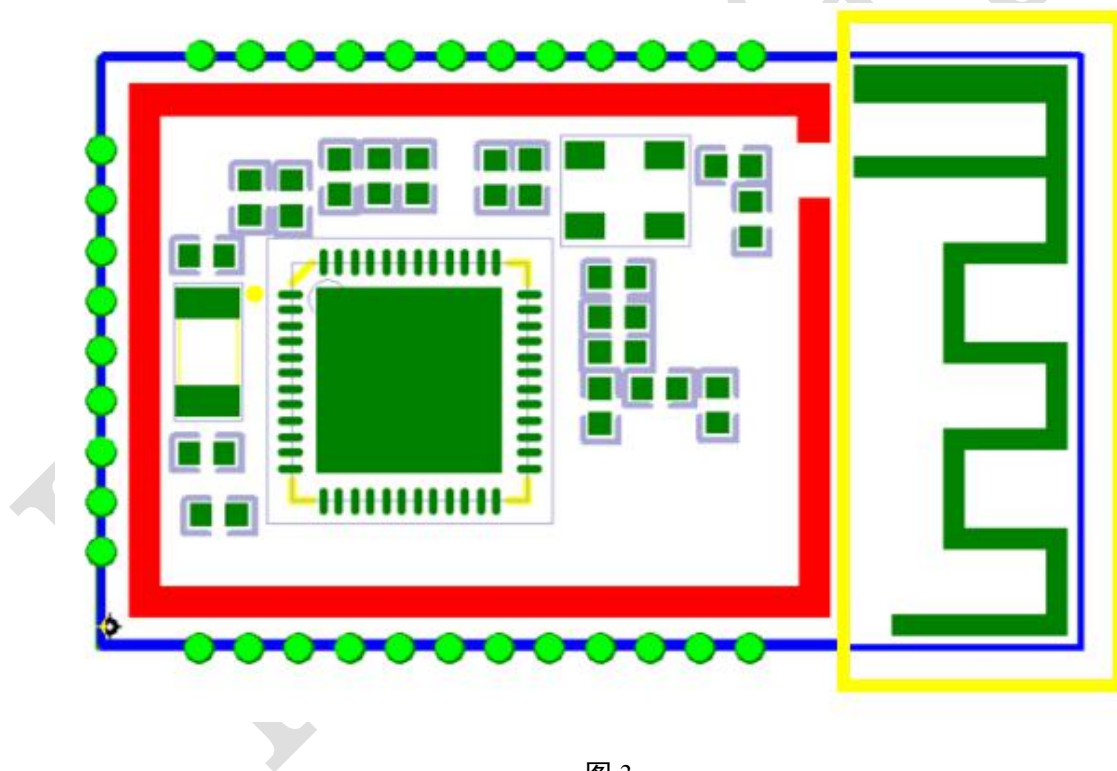

图 3
- 3、最好将图 3 中天线位置黄色方框处挖空，以保证其 S11 受影响很小。